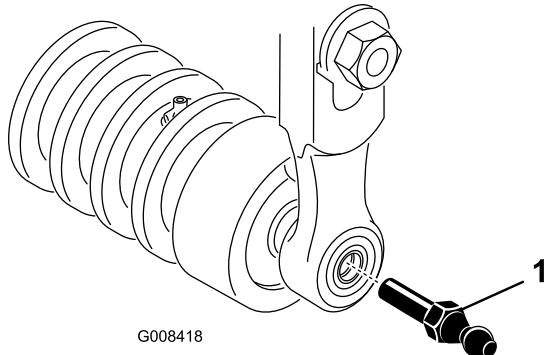

Figura 16
- F. Montate il supporto motore sul lato sinistro dell'apparato di taglio con le (2) viti a testa esagonale precedentemente rimosse. Serrate i bulloni a una coppia di 19-20 Nm.
5. Inserite un prigioniero a sfera in ogni estremità del rullo anteriore dell'elemento di taglio (Figura 16).